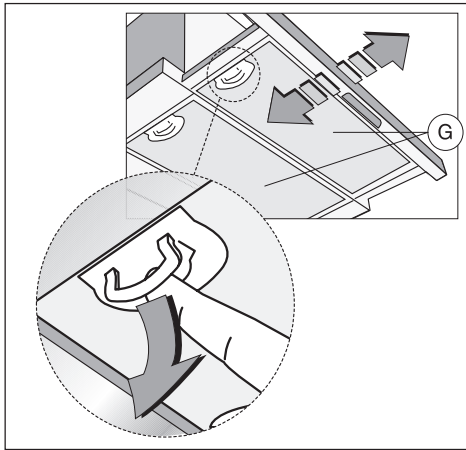

Рис. 5
Перед тем как приступить к сборке устройства, для облегчения его монтажа отсоедините фильтр/жироулавливающий фильтр (рис. 5).
- снимите жирославливающие фильтры **G** (рис. 5);